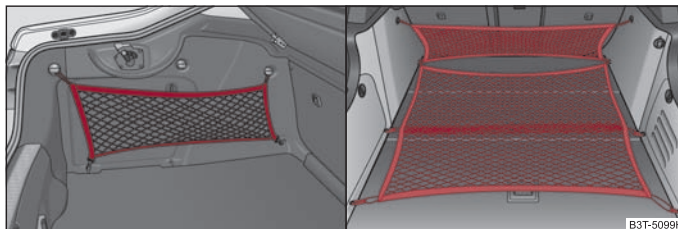
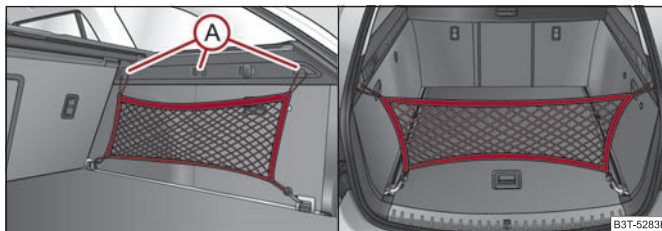

Fig. 78 Plasa de siguranță: Buzunarul longitudinal, plasa de siguranță și buzunarul transversal
Fig. 79 Plasele de siguranță (Combi)
Exemple de fixare a plaselelor de siguranță ca buzunar longitudinal stânga ⇒ fig. 78 și ⇒ fig. 79, plasă de siguranță dreapta ⇒ fig. 78 și buzunar transversal dreapta ⇒ fig. 78 și ⇒ fig. 79.
Cârligele (A) ⇒ pagina 88, fig. 79, de pe fiecare parte a portbagajului, sunt adaptate numai pentru fixarea plasei de siguranță. ■